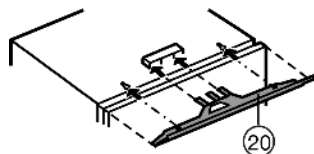

Fig. 10
- ▶ Montare il listello di compensazione Fig. 10 (20) al centro dell'apparecchio: inserirlo nella nervatura e agganciarlo nelle toppe.